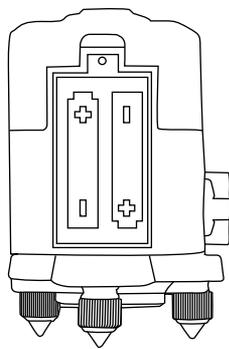

рис. 1
1. Откройте крышку батарейного отсека и установите две батареи AA, как показано на рисунке ниже (рис. 1).